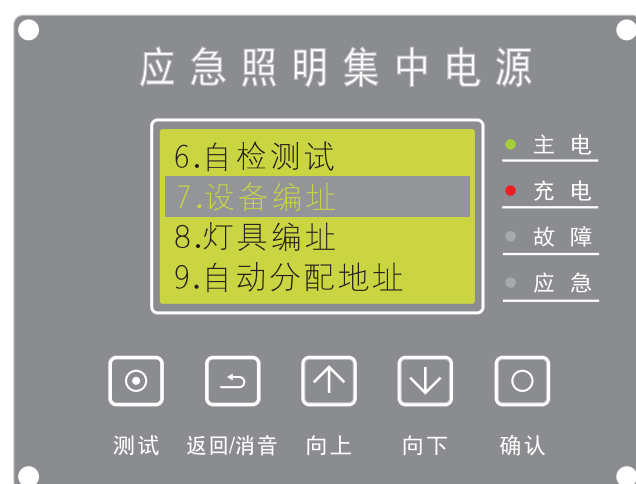

图15
(8)、设备编址：在主屏时，按【确认】键进入菜单，按【向上/向下】选择【设备编址】（如图15）按确认键进入。